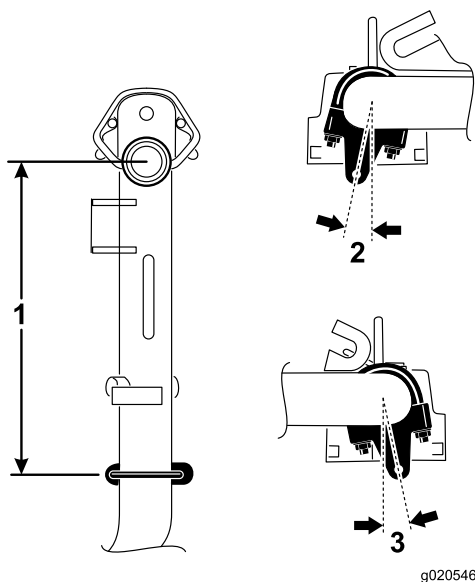

図 5
1. 昇降アーム1番、4番、5番で、チェーンブラケットとUボルトを、ピボットナックルのセンターラインから後ろに 38.1cm さがった位置にセットする図5。
2. 昇降アーム番、番では、ブラケットを垂直方向から右に10度回転させた状態で取り付ける図5。
3. 昇降アーム4番では、ブラケットを垂直方向から左に10度回転させた状態で取り付ける図5。